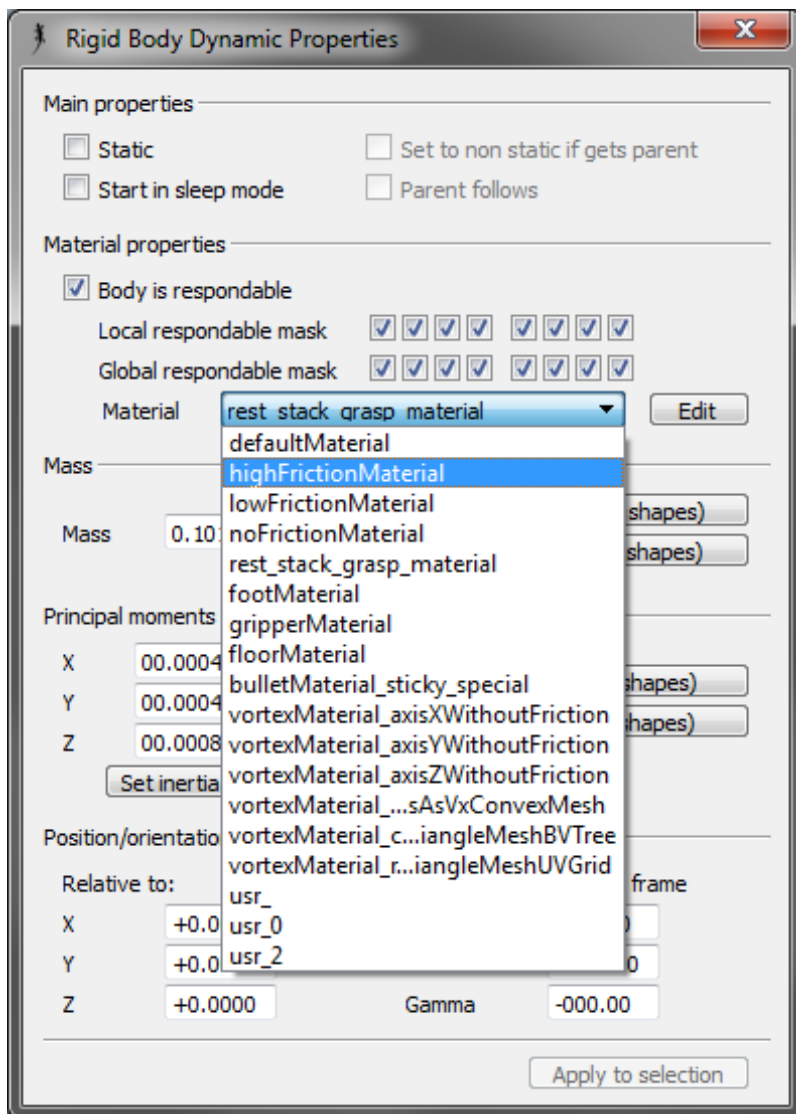

Рисунок 9 – Диалоговое окно динамических свойств
9. Изменяем материал колеса. Для этого в диалоговом окне свойств объекта (см. пункт 4) в разделе «Dynamic properties» необходимо нажать кнопку «Show dynamic properties dialog». В появившемся диалоговом окне необходимо в выпадающем меню «Material» выбрать пункт «highFrictionMaterial» (рисунок 9).